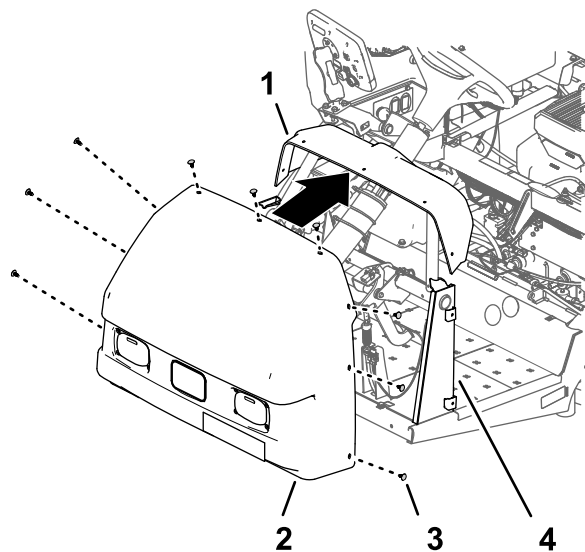

Рисунок 216
- Совместите отверстия в капоте с отверстиями в приборной панели и раме машины (Рисунок 216).
- Прикрепите капот к приборной панели и раме с помощью 9 вставных держателей (Рисунок 216).